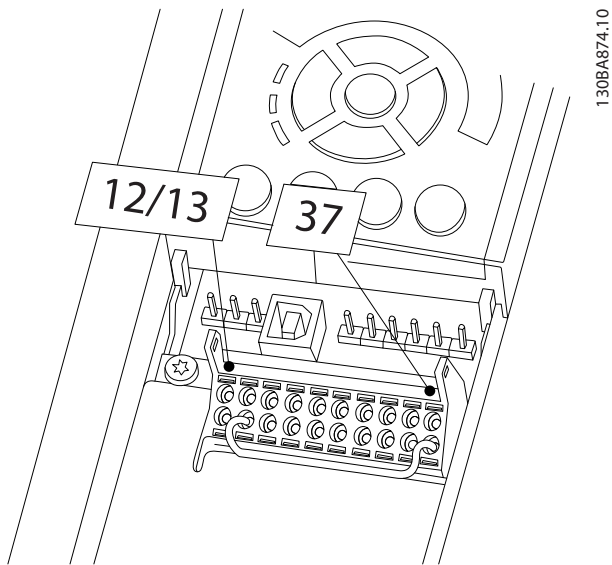

図 2.27 端子 12/13 (24 V) および 37 間のジャンパー線
- コントロール端子 37 と 12 または 13 の間のジャンパー線を除去します。短絡を回避するためには、ジャンパーを切断/断線するのでは不十分です。(図 2.27 のジャンパーを参照してください。)
LCPの下部にある状態行に、自動遠隔フリーラン、あるいは、警報60外部インターロックが表示されている場合、ユニットが動作可能状態になっていますが、端子27には入力信号がありません。詳細は、図 2.27を参照してください。